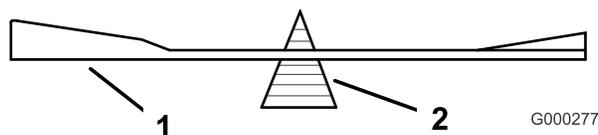
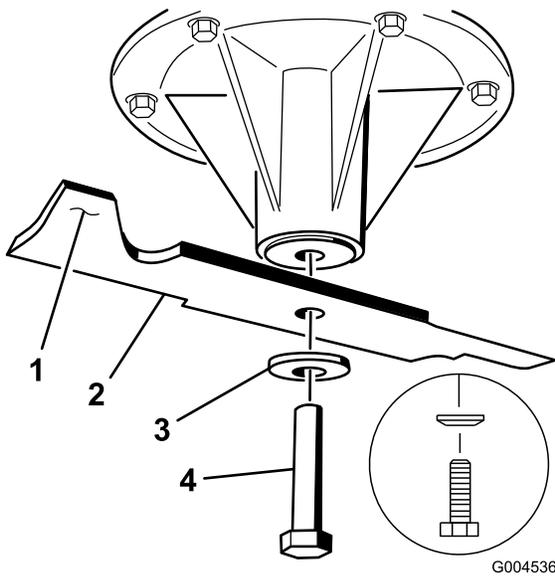

Figura 82
Figura 83
- Togliete il bullone, il disco elastico e la lama dall'asse del fusello (Figura 83).
- Controllate l'equilibrio della lama posizionandola su un bilanciatore (Figura 82). Se la lama rimane in posizione orizzontale, è bilanciata e può essere utilizzata. Se la lama non è bilanciata, limate del metallo soltanto dalla costa (Figura 83). Ripetete la procedura finché la lama non è perfettamente bilanciata.
- Montate la lama sull'asse del fusello (Figura 83).
- Montate la rondella curva e il bullone della lama. La parte sporgente della rondella curva deve essere rivolta in verso la testa del bullone (Figura 83). Serrate il bullone della lama a 115–149 Nm.